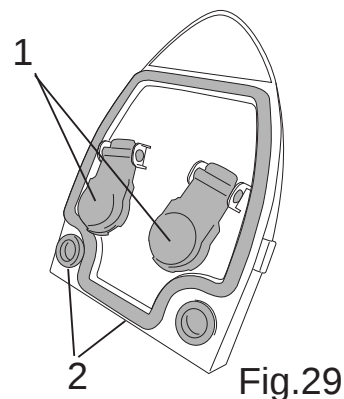

Fig.29
- Drej låget, og kontrollér, at svømmerne bevæger sig frit (Fig.29-Ref.1).
- Rengør pakningerne med en fugtig klud (Fig.29-Ref.2).